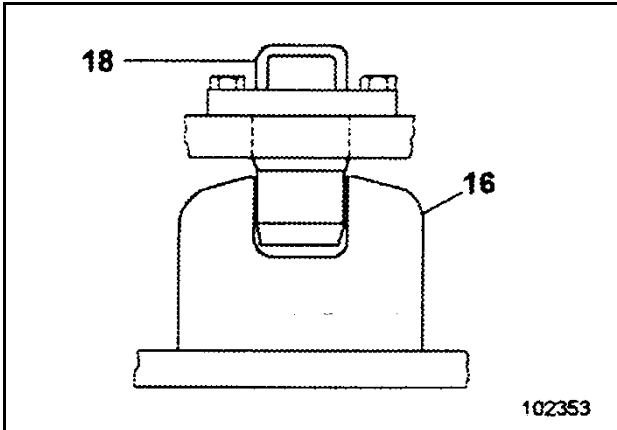

Fig. 2-63 :
- Verrouiller la superstructure (Fig. 2-63 :).